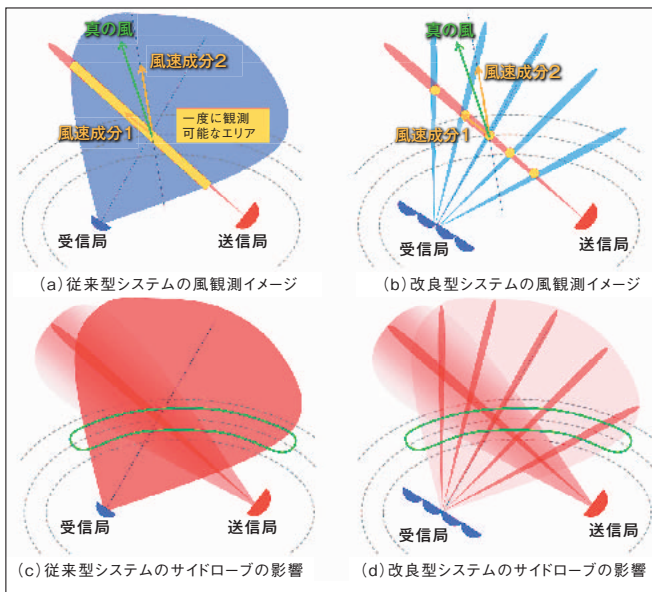

図3●バイスタティック観測システムの模式図
今回我々が提案している改良型バイスタティック観測システムの模式図を図3に示します。改良型システムは次のような特徴を持ちます。①受信に複数の素子からなるアレイアンテナを用いる。②アレイの素子間隔を波長よりも長くすることで生じる多数の細かいグレーティングローブ*4を利用する。③デジタルビームフォーミング (DBF)*5の信号処理を行う。細かいグレーティングローブを用い、DBF処理を行うことで、疑似エコーを大きく低減することが可能になります。図3の(c)と(d)ではサイドローブの影響を色の濃淡であらわしています。改良型システムでは同一楕円上のほとんどの部分で従来型より色が薄くなっており、疑似エコーの発生がそれだけ抑えられることが期待できます。